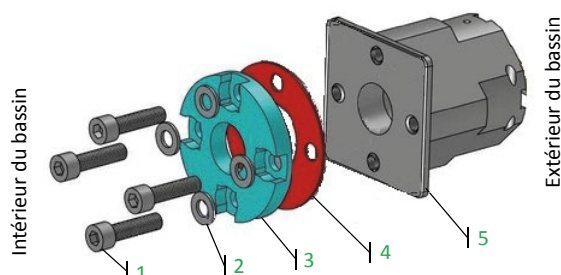

Figure 36 – Montage de la bride de traversée de paroi
La procédure à suivre pour la pose de la bride de traversée de paroi est décrite à la **Figure 36** (sur cette figure, le liner se situe entre les pièces (4) et (5)) :
- Repérez les quatre perçages de la traversée de paroi (5) à travers le liner et découpez celui-ci à l'aide d'un cutter aux emplacements repérés ;
- Collez le joint adhésif (4) sur la bride (3), en veillant à la correspondance entre les trous du joint et de la pièce ;
- Vissez la bride (3) sur le corps du refoulement (5) à l'aide de quatre vis à tête cylindrique à six pans creux 10 × 40 en inox A4 (1) munies de 4 rondelles (2). Les vis et rondelles sont fournies dans le sachet de visserie qui accompagne la traversée de paroi ;